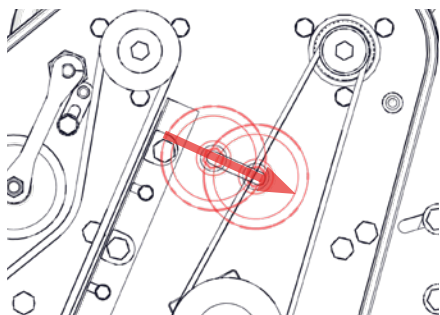

Fig.16J - Réglez la poulie pour ajouter de la pression sur la courroie.
- iii. Réglez la poulie de tendeur pour ajouter de la tension à la courroie, puis serrez. Pour vérifier la tension, il faut tordre la sangle entre le pouce et l'index au niveau de la partie droite la plus longue de celle-ci. Réalisez une torsion comprise entre 70 et 90° (fig. 16J). Réajustez la poulie de tension si nécessaire, en augmentant ou en réduisant le contact pour atteindre cette valeur.